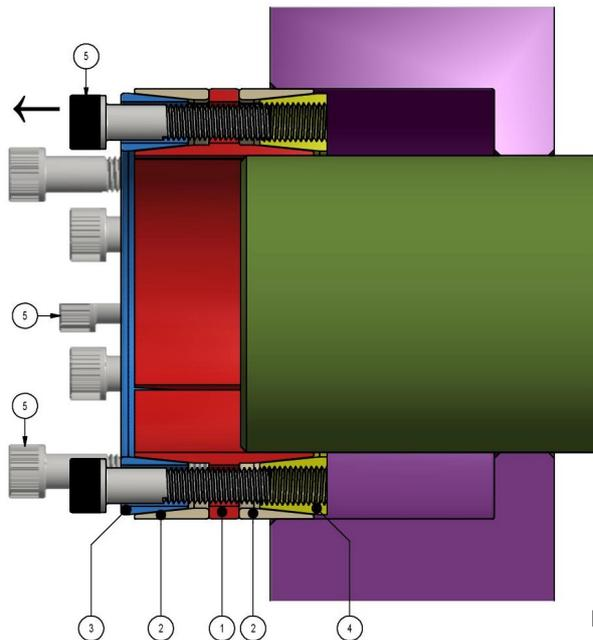

Fig. 6. Rimozione del calettatore.
4. Afferrare la testa di alcune viti ancora inserite nei fori filettati dell'anello doppio-conico posteriore e rimuovere il calettatore, con tutte le sue parti, dalla sede del mozzo (fig. 6).